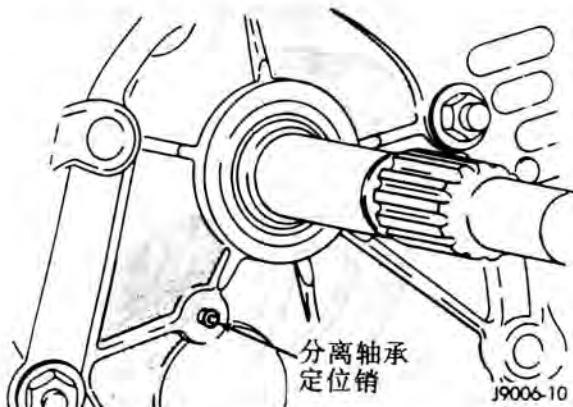

图 10 分离轴承安装销的位置
(2) 检查分离轴承定位销(图10),如销子损伤,则更换变速箱前轴承盖。